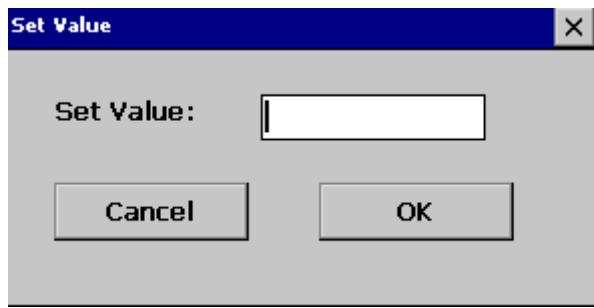

图 15 变量数据修改
- 变量显示：图 15 左侧一栏显示的变量的目录结构，右侧显示的选中变量的具体数据，不同类型变量显示格式不相同，浮点型变量显示保留到小数点后两位。
- 变量数据修改：点击图 15 右侧数据会弹出变量修改对话框如下图所示：